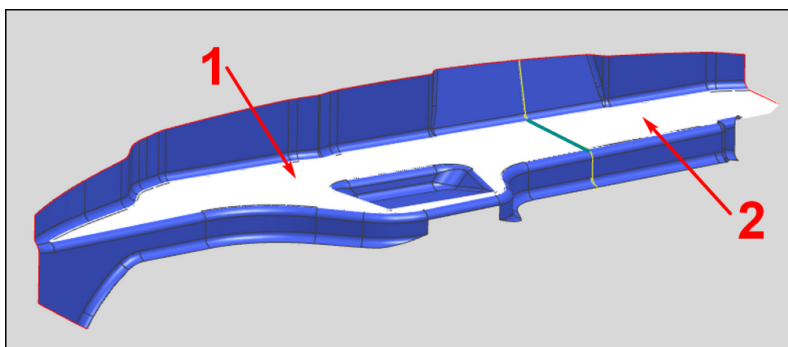

Рис. 3.6. Проверка пересечений объектов, представление результата с помощью опции **Подсветить пары граней**
- **Подсветить пары граней** (выделяет цветом пары пересекающихся граней (рис. 3.6));